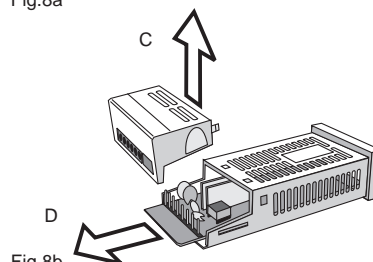

Fig.8b
- 3) Enlever le couvercle porte-bornes (voir Fig.8b [C]).
- 4) Extraire totalement l'instrument du boîtier (voir Fig.8b [D]).